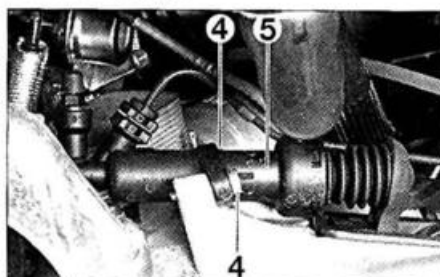

FIG. 56
- Desmontar los tornillos de fijación (4) del receptor de embrague (5) (fig. 56).